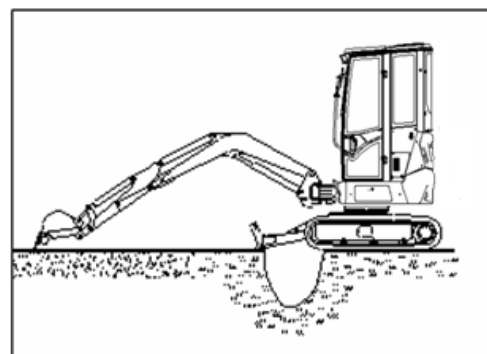

FIG. 3-15
- 6) Atunci când utilajul intră în șanț sau trece prin calea de rulare, puteți folosi brațul și biga pentru a ajuta utilajul să treacă (FIG. 3-15).